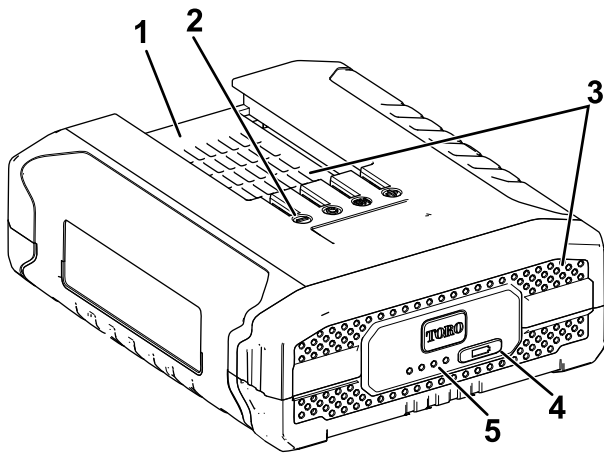

Bild 7
3. Fluchten Sie das Loch im Akkupack (**Bild 7**) mit der Zunge am Ladegerät aus.